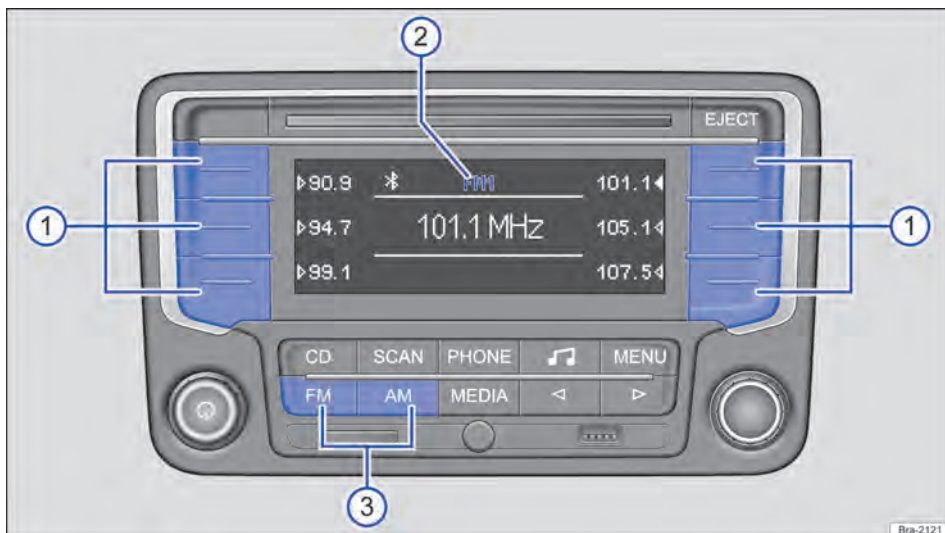

Fig. 132 Selecionar a faixa de frequências e o nível de memória.
Pressionar o botão do aparelho **FM** ou **AM** → Fig. 132 ③ até que seja exibido o nível de memória desejado → Fig. 132 ②.
Ao trocar os níveis de memória, as frequências das estações de rádio salvas são exibidas ao lado dos botões das estações Fig. 132 ①.